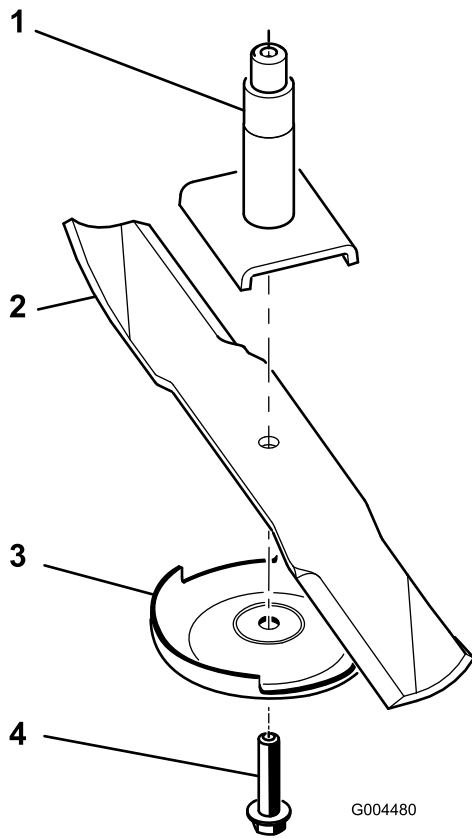

Figura 74
- Gire el perno de la cuchilla en sentido horario para retirar el perno (Figura 74).
3. Retire la placa protectora de césped y la cuchilla del eje de la cuchilla (Figura 74).